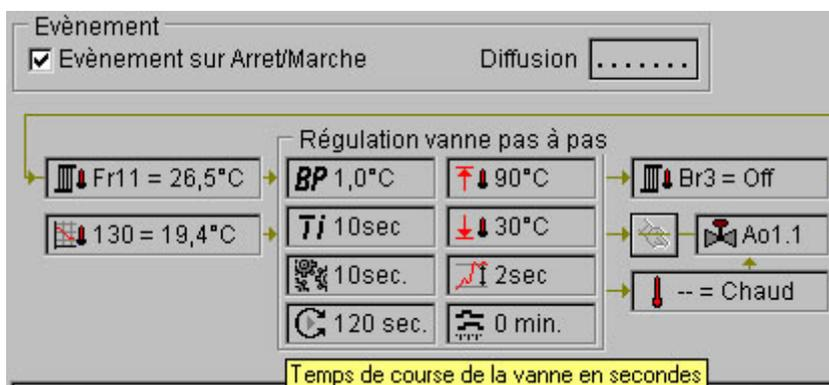

Figure 2.63 : Ressource Régulation vanne pas à pas - Temps de course de la vanne en secondes
- Temps de course de la vanne en secondes : (figure 2.63)